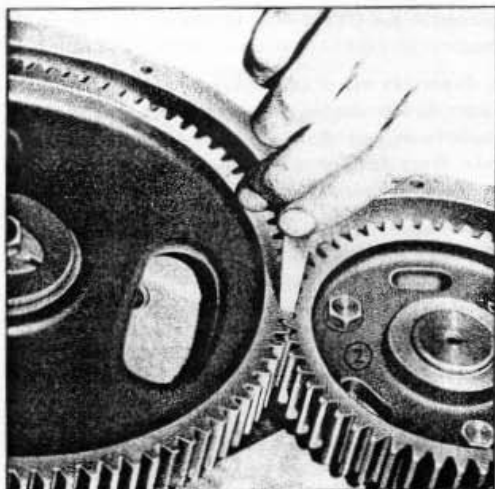

Fig. 10 = Verification du jeu de denture des Pignons de Distribution
2. Vérifier le jeu existant entre des différents pignons à l'aide d'un calibre d'épaisseur spécial. Le jeu de denture doit être de 0,152 mm (Fig. 10).